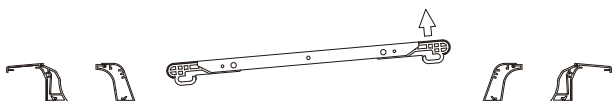

Figura 16
2. Segure e pressione para baixo um lado do fecho de suspensão, como mostrado na Figura 16.